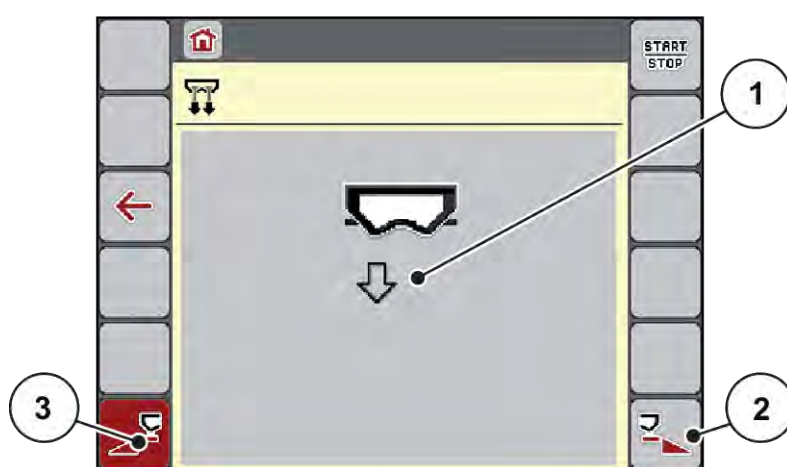

Fig. 26: Meniul Golire rapidă
*Pe ecran se afișează, sub formă de simbol, lățimea parțială selectată (Fig. 26 Poziția [3]).*